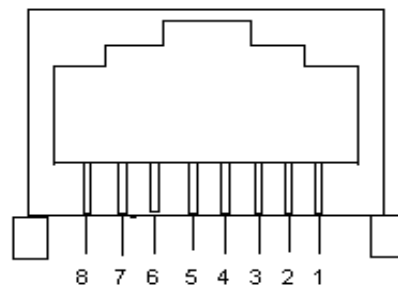

Рисунок 1
4. Расположение выводов на разъеме RG-45 показано на рис.1.